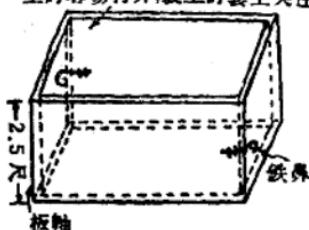

图 5
2. 木斗：用 3 公分厚的大块板做成，長方形斗子，上底放在斗車底的架子上，侧面兩块板做成活的，可以开关，易倒土(如图 5)。